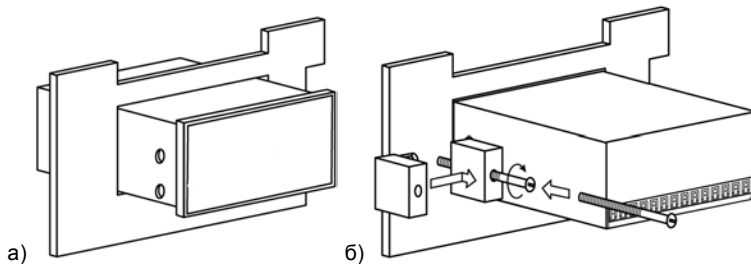

**Рисунок 5.2 - Монтаж прибора настенного исполнения H2**
Подготовить прибор для выполнения монтажа. Для этого необходимо снять фиксирующую планку (поз.1, рисунок 5.2б) и отсоединить электронный блок (поз.2, рисунок 5.2б) от кронштейна (поз.3, рисунок 5.2б).
- 2) Закрепить кронштейн четырьмя винтами на поверхности, предназначенной для установки прибора. На кронштейне имеется восемь отверстий двух типов: для настенного крепления (поз. 4, рисунок 5.2в) и крепления на стандартный круглый подрозетник с диаметром 60 мм (поз. 5, рисунок 5.2в). Перед закреплением кронштейна на стене необходимо предварительно пропустить кабели внешних связей через специальное отверстие для кабельного ввода (поз. 6, рисунок 5.2в).
- 3) Вставить электронный блок прибора в специальные пазы (поз. 7, рисунок 5.2в), расположенные на кронштейне;
- 4) Выполнить монтаж внешних связей. Монтаж внешних связей выполняется с помощью разъемного соединителя (поз.8, рисунок 5.2в), расположенного на тыльной стороне электронного блока (более подробно см. п. 5.2).
- 6) Надеть фиксирующую планку (рисунок 5.2г).